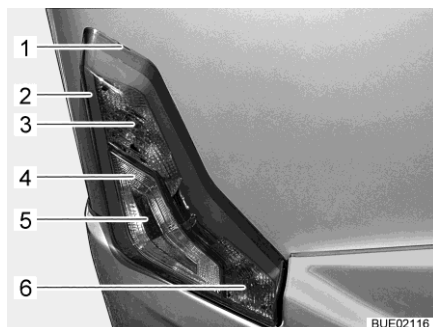

Bild 216 Belysning bak
- Sätt i ett platt verktyg i skåran (Bild 216,1) och lyft av huset försiktigt.